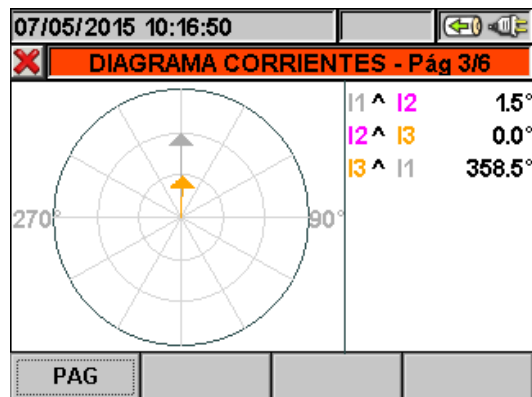

Fig. 40: Diagrama vectorial corrientes para sistemas 4-hilos
- El diagrama vectorial de la corriente. La Fig. 40 muestra el caso de un sistema 4-hilos: